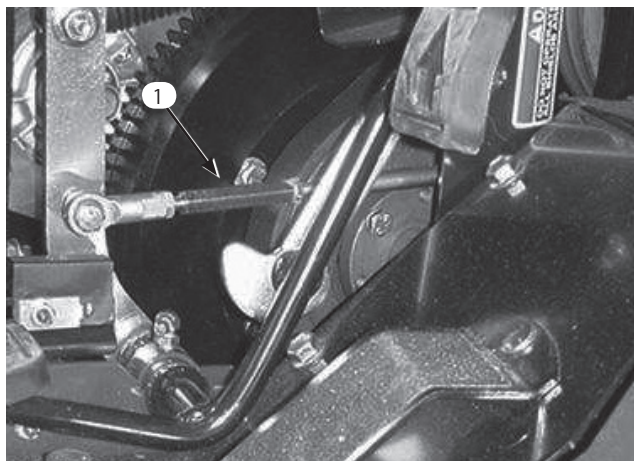

図59
2. 走行ロッド・バレル (図59) 両端のジャムナットをゆるめる。